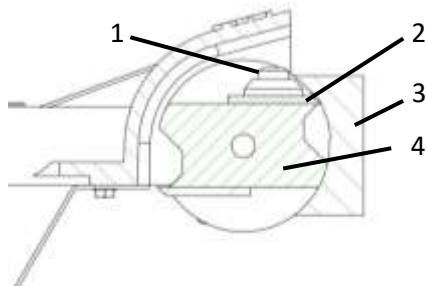

Fig. 9 Ajustar el cuchillo
- > Afloje el tornillo del cuchillo (1 - Fig.9).
- > Deslice el cuchillo (2 - Fig.9) hasta el final.
- > Coloca el calibrador de cuchillos (3 - Fig.9) en el rodillo (4 - Fig.9) de modo que descansa sobre las dos superficies de apoyo del rodillo en la parte superior e inferior.